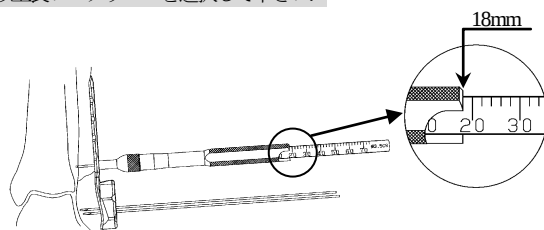

図8
- 3.5 コーティカル（S）用デプスゲージの先端フックを対側皮質に引っ掛け、スケールを読み取ります。（図8）